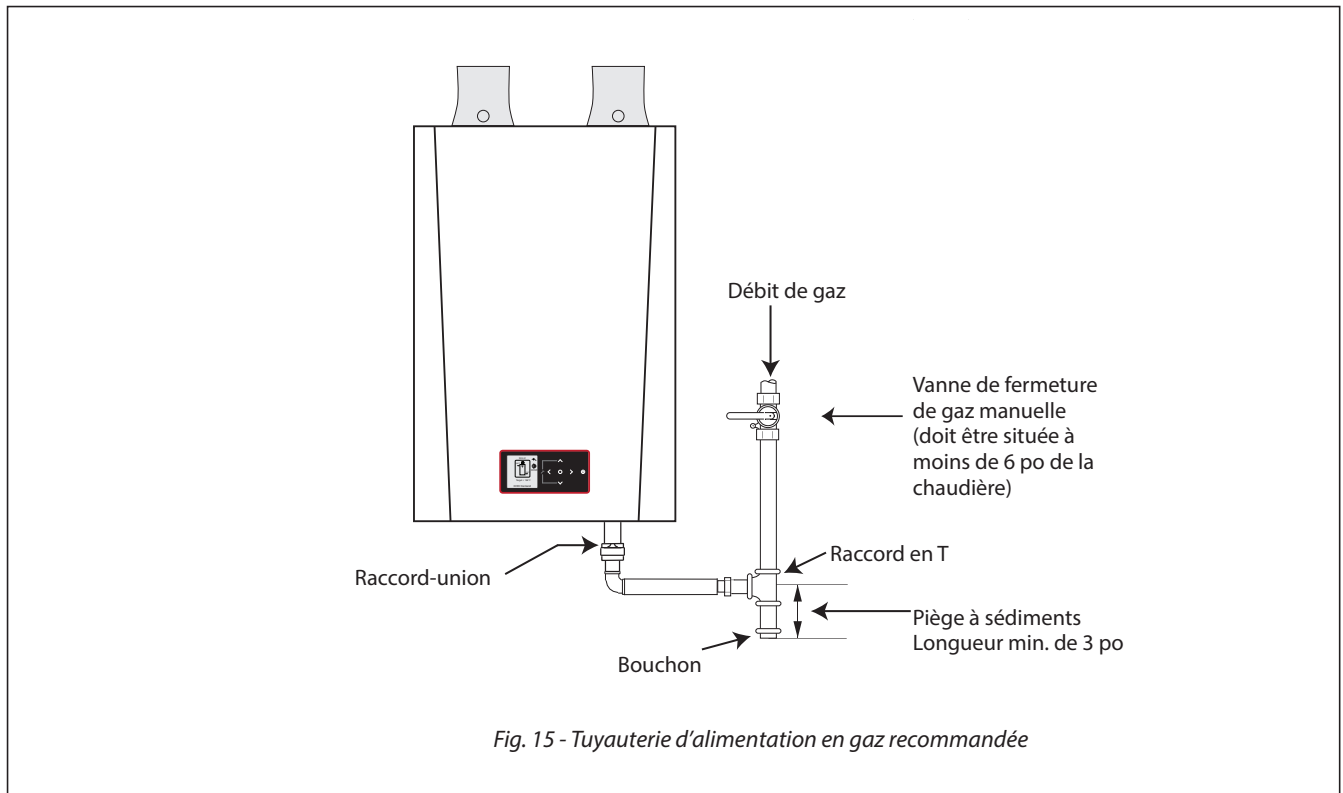

Fig. 15 - Tuyauterie d'alimentation en gaz recommandée
2. Installez une vanne de fermeture manuelle dans la tuyauterie d'alimentation en gaz, comme illustré à la Fig. 15 ci-dessus. En ce qui concerne les installations au Canada, l'installateur doit étiqueter et identifier la vanne de fermeture principale.
3. Installez un piège à sédiments (collecteur de sédiments) sur la ligne d'alimentation en gaz avant de raccorder le circuit de gaz INSTINCT comme illustré à la Fig. 15 ci-dessus.